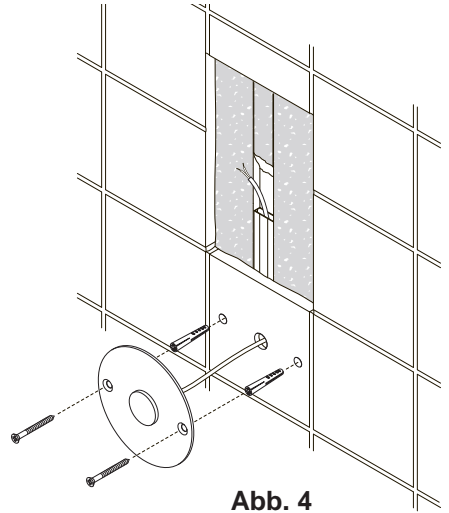
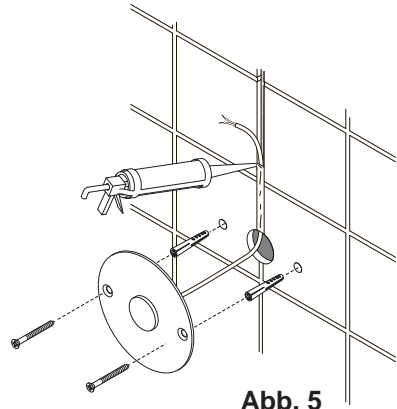

Abb. 4
Abb. 5
1. Fräsen Sie ein Loch für den Sensor und einen Kabelkanal zur Sensorbox in die Wand. Idealerweise sollte der Piezotaster auf einer einzelnen Fliese montiert werden, um eine perfekte Abdichtung zu gewährleisten. Sorgen Sie dafür, dass das Loch und der Kabelkanal groß genug ist, damit das Sensorkabel nicht geknickt wird. Es wird empfohlen, dass Sensorkabel in einem Kabelkanal zu verlegen, wie in Abbildung 4 gezeigt. Wenn das Sensorkabel in einer bereits gefliesten Wand verlegt werden soll, empfiehlt es sich das Kabel in einer Fliesenfuge zu verlegen und mit Silikon abzudichten, wie in Abbildung 5 gezeigt. Für Wartungszwecke sollte etwas Kabel in einer Schleife direkt hinter dem Sensor in der Wand verlegt werden. Für eine eventuelle Verlängerung des Sensorkabels liegen 3 3M™-Kabelverbinder im Lieferumfang dabei. Sehen Sie dazu auch in das Kapitel "**Verlängern des Sensorkabels**". Bohren Sie auf keinen Fall in verdeckte Leitungen oder Kabelkanäle!